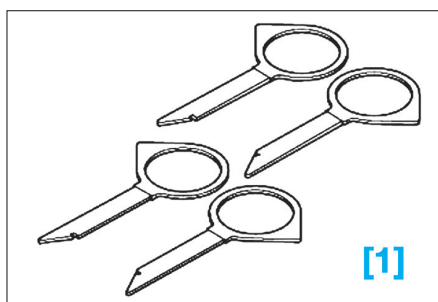

Fig. 4
- [1]. Outil de déverrouillage de l'autoradio (réf Audi : T10057) (Fig.4).
- Déposer l'autoradio en utilisant les outils [1] (Fig.4).